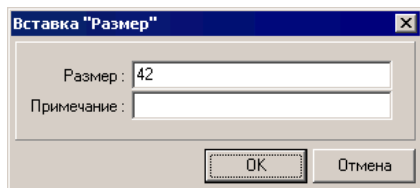

Рис. 163. Добавление размера
2. В справочной информации о модели перейдите на закладку «Размеры» (см. раздел «Модель товара», стр. 51). Правой кнопкой мыши вызовите меню, выберите пункт «Добавить» и введите размер товара (см. рис. 163). Нажмите кнопку [ОК]. Таким же образом введите остальные размеры.